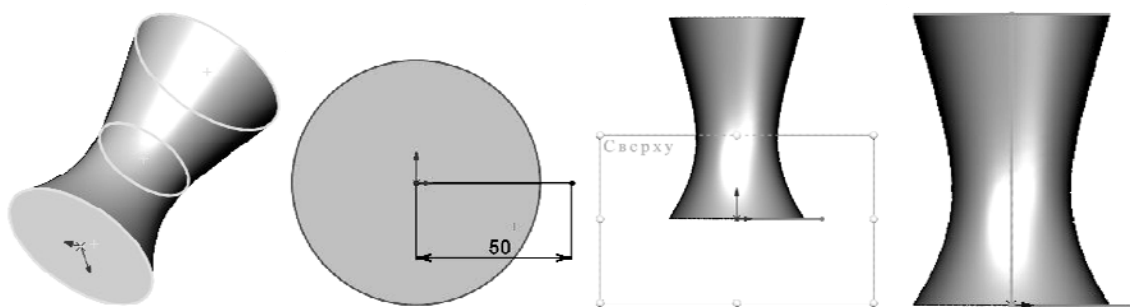

Рис. 5 Создание профиля и направления поверхности по траектории
– кликнуть по грани основания, запустить построение профиля и направления поверхности по траектории: клавиши (Ctrl + 8) / «Линия» (из точки начала координат горизонтального положения) / «Авторазмер». Далее: «Плоскость сверху» / элементы управления (Ctrl + 8) / «Линия» (вертикального положения из точки начала координат), выйти из режима эскиза (рис. 5);